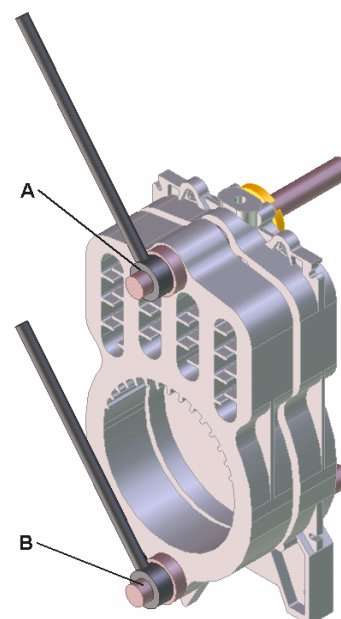

Рис. 8
9. Установите нижний зажим (В), а затем соедините обе части (Рис.8).